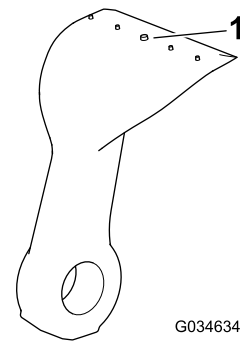

Figura 81
- Controllate ogni lama per escludere usura eccessiva utilizzando la linea di usura (Figura 81). Quando una lama è usurata fino alla linea di usura, sostituirla.